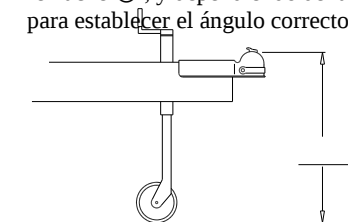

Fig. 1
2. Nivele el remolque, mida y registre la distancia desde el piso hasta la parte superior del acoplador. (Fig.1).
5. Deslice la barra del enganche ③ dentro del receptor de la manga, inserte el pasador de halar ⑥ y el clip de resorte ⑧. Con la esfera, comprada por separado, instalada al montaje de esfera ①, deslice el montaje de esfera hacia arriba o abajo de la barra de enganche (la barra de enganche se puede usar en la posición de arriba o abajo) hasta que se obtenga la altura deseada de la esfera y los orificios se alineen con la barra de enganche. Inserte el perno ⑩ primero en el orificio inferior de la cabeza del enganche.
6. El remache ⑤ y las 7 arandelas espaciadoras ⑦ se suministran para obtener un ángulo correcto hacia abajo de las barras de resorte. Inserte el remache ⑤, y dependiendo del ángulo o la pendiente de las barras que se debe lograr, use ya sea 7 o el menor número de arandelas ⑦ necesarias para establecer el ángulo correcto. (Ver Fig. 1,